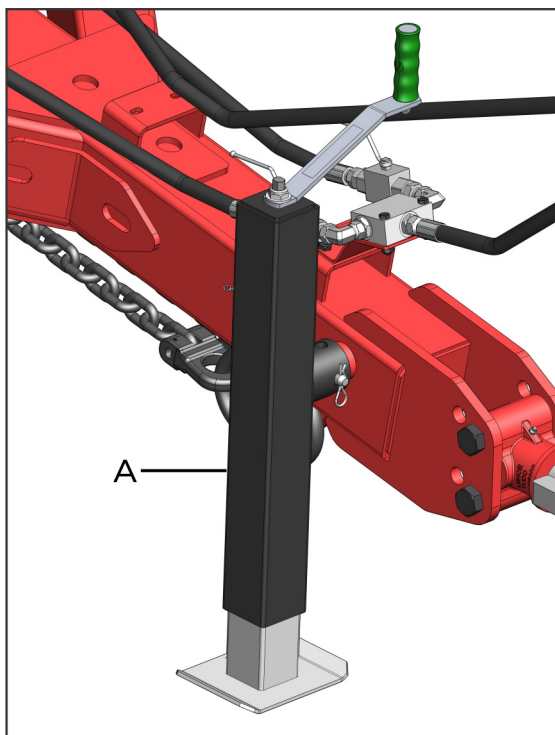

fig. 05
El pie de apoyo auxiliar debe utilizarse en la posición de apoyo (A) (fig. 05) sólo para nivelar la sembradora y acoplarla al tractor.
No utilizar el sistema en posición de apoyo (fig. 05) durante períodos prolongados.